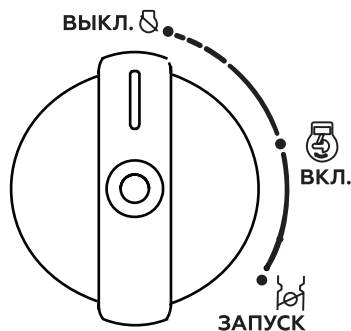

Рис. 14. Положения multifunctional рычага
5. Поверните multifunctional lever initially to the «ВКЛ.» position, then to the «ЗАПУСК» position (Fig. 14). At this time, the ignition circuit is switched on, the fuel valve opens and the carburetor air flap closes.
При запуске прогретого двигателя воздушную заслонку карбюратора закрывать не нужно. При запуске прогретого двигателя устанавливайте multifunctional lever in the «ВКЛ.» position (Fig. 14).
7. По мере прогрева двигателя (как только двигатель начнет «захлебываться») постепенно открывайте воздушную заслонку (поворачивайте multifunctional lever from the «ЗАПУСК» position to the «ВКЛ.» position) (Fig. 14). Heating of the engine depending on the temperature of the surrounding medium takes no more than 1 minute.
При возникновении аварийной ситуации, для экстренной остановки двигателя генератора поверните multifunctional lever in the position «ВЫКЛ.» (ВЫКЛЮЧЕНО) (Fig. 14).
3. Поверните multifunctional lever to the position «Выкл.» (Выключено) (Рис. 14).